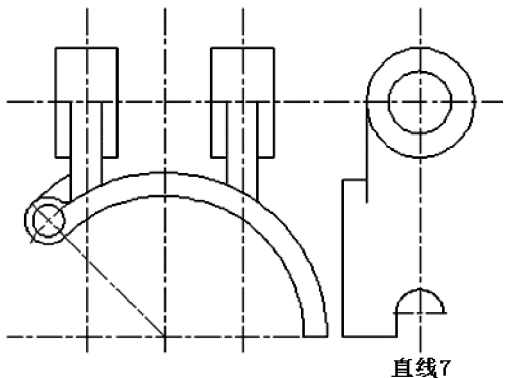
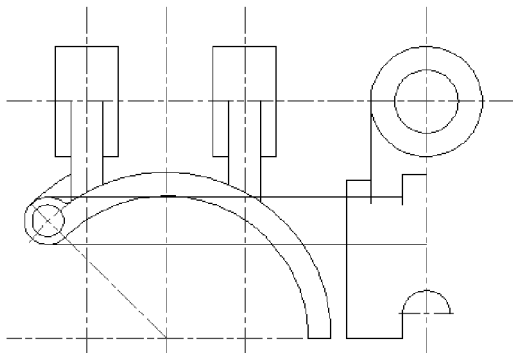

图 5-33 删除轮廓线
图 5-34 绘制轮廓线
③ 单击【修改】工具栏 | 【删除】按钮 , 或在命令行中执行 “ERASE” 命令, 选择对象为直线 7 上的轮廓线, 如图 5-33 所示。
(13) 绘制轮廓线
① 单击【绘图】工具栏 | 【直线】按钮 , 绘制圆弧 5 所对应部分的厚度, 第一点为圆弧 5 的最右端点对应的水平导航线与直线 7 的交点, 下一点为 (@ -15, 0), 接着下一点为圆弧 4 与圆弧 5 所对应的切点的水平导航线与上一点所对应的竖直导航线的交点。
② 单击【绘图】工具栏 | 【直线】按钮 , 或按空格键/回车键, 继续直线操作, 绘制另外两条直线, 直线的第一点分别为圆弧 4 的最顶点和最低点, 根据水平导航线, 第二点分别在左视图的最左端竖直线上, 下一点为图示点, 结果如图 5-34 所示。